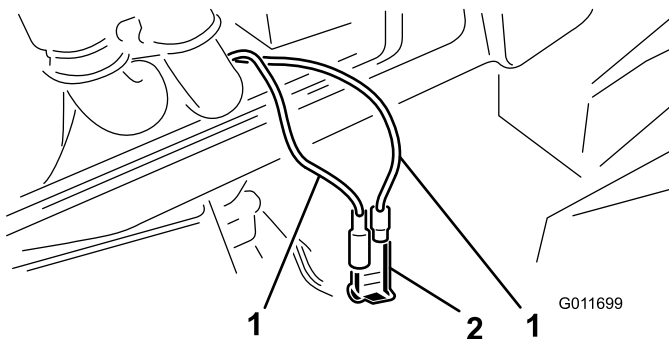

Figura 55
3. Localice los dos cables-puente taponados del contrapeso, dentro del compartimento (Figura 55).